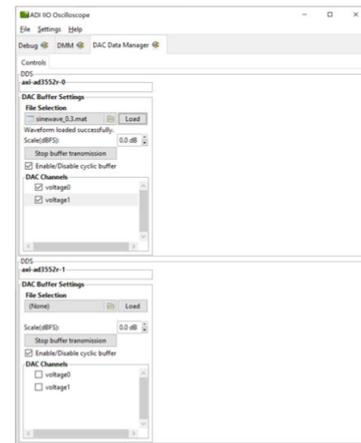
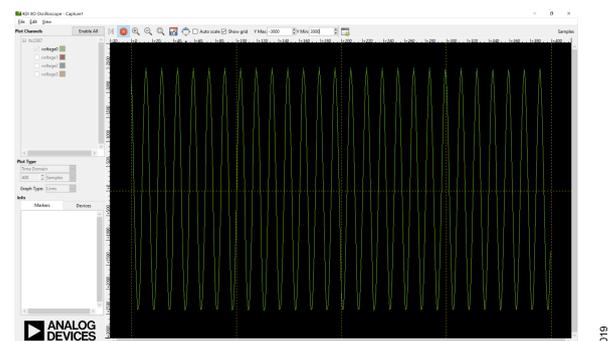

図 18. IIO Oscilloscope の DAC 出力パネル
図 19. IIO Oscilloscope の波形キャプチャ
6. 図 18 に示すように、[DAC Data Manager] に移動し、得られたサンプル波形を目的の DAC 出力チャンネルにロードします。
回路評価手順に従った後、[DAC Data Manager] タブで読み込んだ波形は、IIO Oscilloscope の波形ウィンドウに表示されるはずですが、これには各 ADC 入力チャンネルでキャプチャされた信号が表示されています。図 19 に、図 18 で選択した波形の例を用いた場合の表示例を示します。